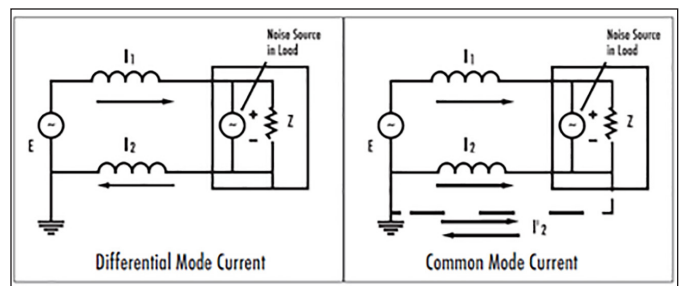

Abbildung 2. Gleichtakt- und Differenzialmodus-Stromfluss
Zwei Arten von Rauschen. In allen Schaltungen sind sowohl Gleichtakt- (CM) als auch Gegentaktströme (DM) vorhanden (siehe *Abbildung 2*). Es gibt einen signifikanten Unterschied zwischen den beiden. Bei einem Paar von Übertragungsleitungen und einem Rückweg gibt es entweder den einen oder den anderen Modus, normalerweise aber beide. Signale im Differential-mode übertragen Daten oder ein Signal (Information). Gleichtakt ist ein unerwünschter Nebeneffekt der Differenzialmode-Übertragung und ist für die EMV am problematischsten. Gleichtaktstrom ist die Komponente der HF-Energie, die sowohl auf dem Signal- als auch auf dem Rückweg vorhanden ist, oft in gemeinsamer Phase zueinander. Das gemessene HF-Feld aufgrund von Gleichtaktströmen ist die Summe der Ströme, die sowohl in der Signal- als auch in der Rückleitung vorhanden sind. Diese Summe kann beträchtlich sein. Gleichtaktströme werden durch jede Unsymmetrie in der Schaltung erzeugt. Abgestrahlte Emissionen sind das Ergebnis eines solchen Ungleichgewichts.